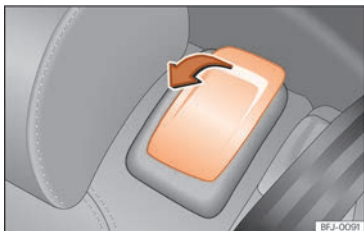

Fig. 108 Seconde rangée de sièges : commandes de l'aide à l'accès.
- Retirez les objets se trouvant dans la zone du repose-pieds de la deuxième rangée de sièges »» ❶.
- Tirez le levier de déverrouillage dans le sens de la flèche »» **fig. 108**.
- Tirez le levier »» **fig. 108** et poussez le dossier du siège vers l'arrière de sorte qu'il soit en position verticale. L'ensemble du siège s'abaisse »» ⚠.